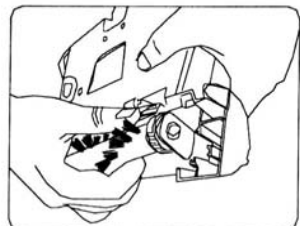

Fig. 13
5. Levante el extremo del cepillo y el tope fuera de la ranura. (Fig. 13).
9. Inserte el otro extremo del cepillo en la ranura. (Fig. 13).